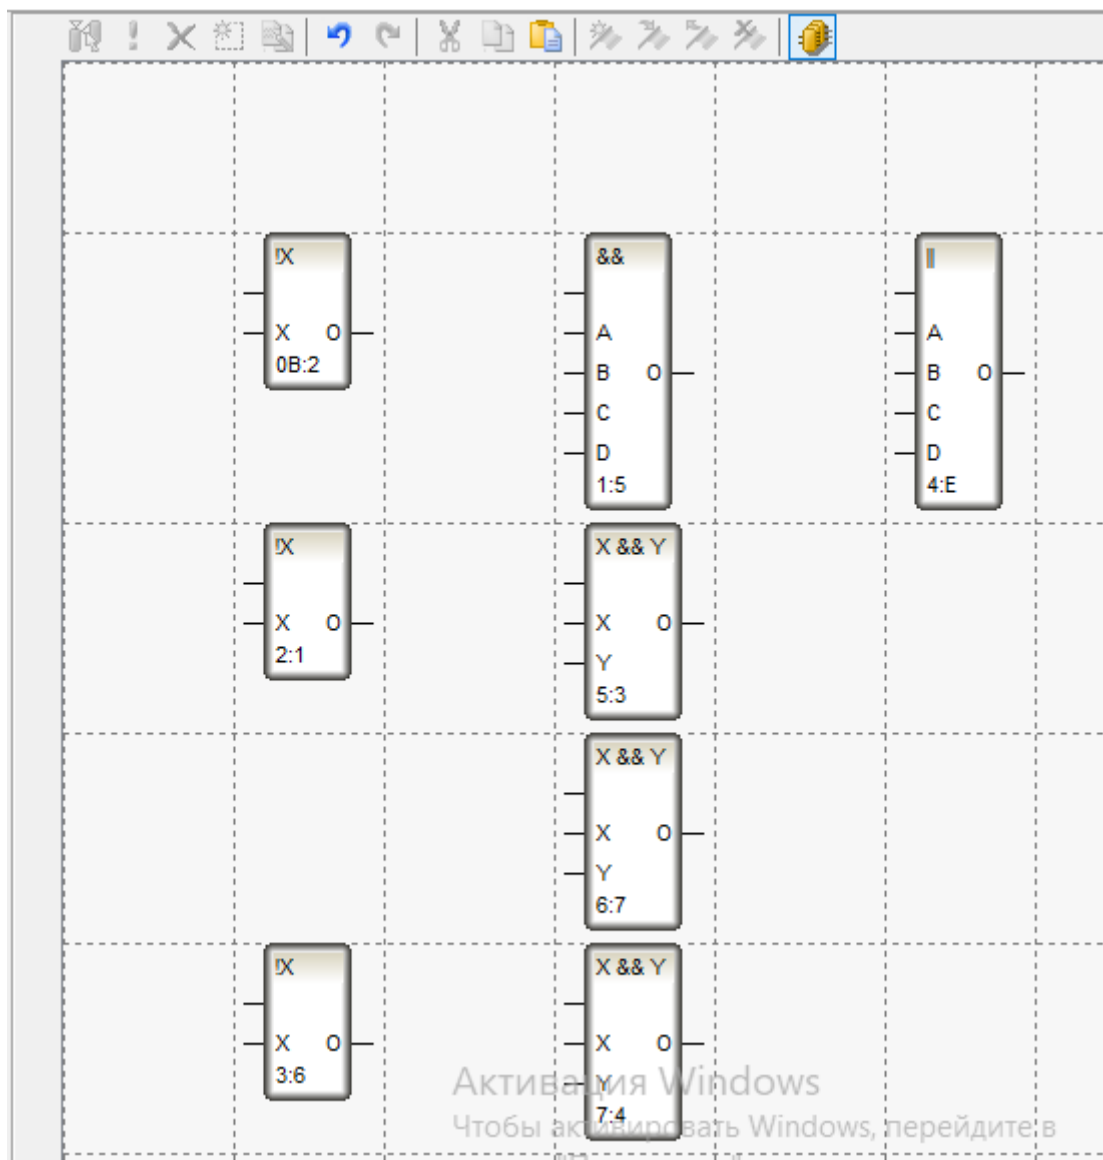

Рисунок 20 – Розташування логічних FBD блоків у вікні редактора програм
Аналізуємо задану логічну функцію $y = x_1x_2\bar{x}_4 + \bar{x}_1\bar{x}_2 + \bar{x}_1x_3 + \bar{x}_2x_4$. Як видно, для її реалізації необхідно виконати операцію інверсії трьох змінних X_1 , X_2 , X_4 , а також чотири операції логічного множення (одну для трьох змінних та три для двох змінних) та одну операцію логічного додавання чотирьох складових. Тому з палітри FBD блоків за допомогою натиснутої ЛК переміщуємо на поле програми три блоки **Inversion** (Інверсія), один блок **Logic Multiplying of Four elements** (Логічне множення чотирьох елементів), три блоки **Logic Multiplying** (Логічне множення) та один блок **Logic Adding of Four elements** (Логічне додавання чотирьох елементів) (рис. 20).
Розробка програми на основі FBD блоків полягає у з'єднанні їх входів/виходів, а також подача вхідних (X_1 , X_2 , X_3 , X_4) та вихідного сигналу (Y) відповідно до операцій логічної функції. Треба мати на увазі, що верхній вхід FBD блоку не використовується, а інформаційними є входи, починаючи із другого. З'єднання входів здійснюється при натиснутій ЛК. Подача та вибір сигналу здійснюється після подвійного натискання ЛК на контакт блоку. Можна використовувати також кнопки панелі інструментів вгорі вікна (рис. 20) або контекстне меню після ПК на виділеному блоці.